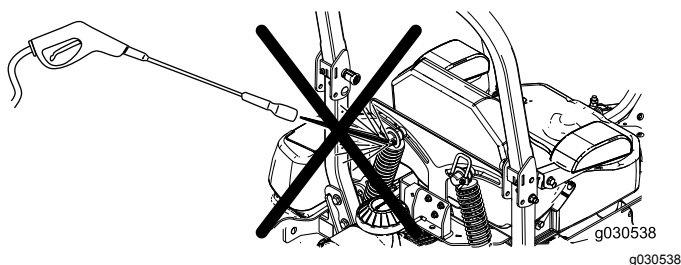

Bild 109
**Hinweis:** Reinigen Sie die Stoßdämpfer nicht mit einem Hochdruckreiniger (Bild 109).